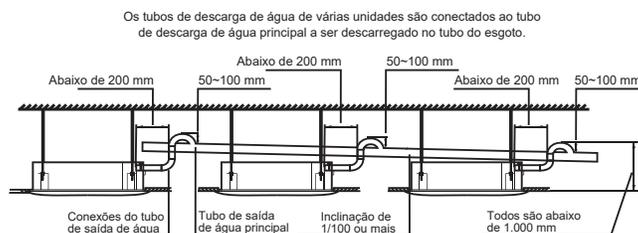

Figura 35
7. Quando a saída do tubo de descarga de água for maior que a conexão de tubo para sucção de água, tente manter o tubo de descarga de água o mais vertical possível e as conexões de saída de água se dobrarão de modo que a altura do tubo de descarga de água fique dentro de uma tolerância de 1000 mm de distância da base da bandeja de drenagem. Caso contrário, haverá vazão excessiva de água quando a operação for parada. Consulte a Figura 35.